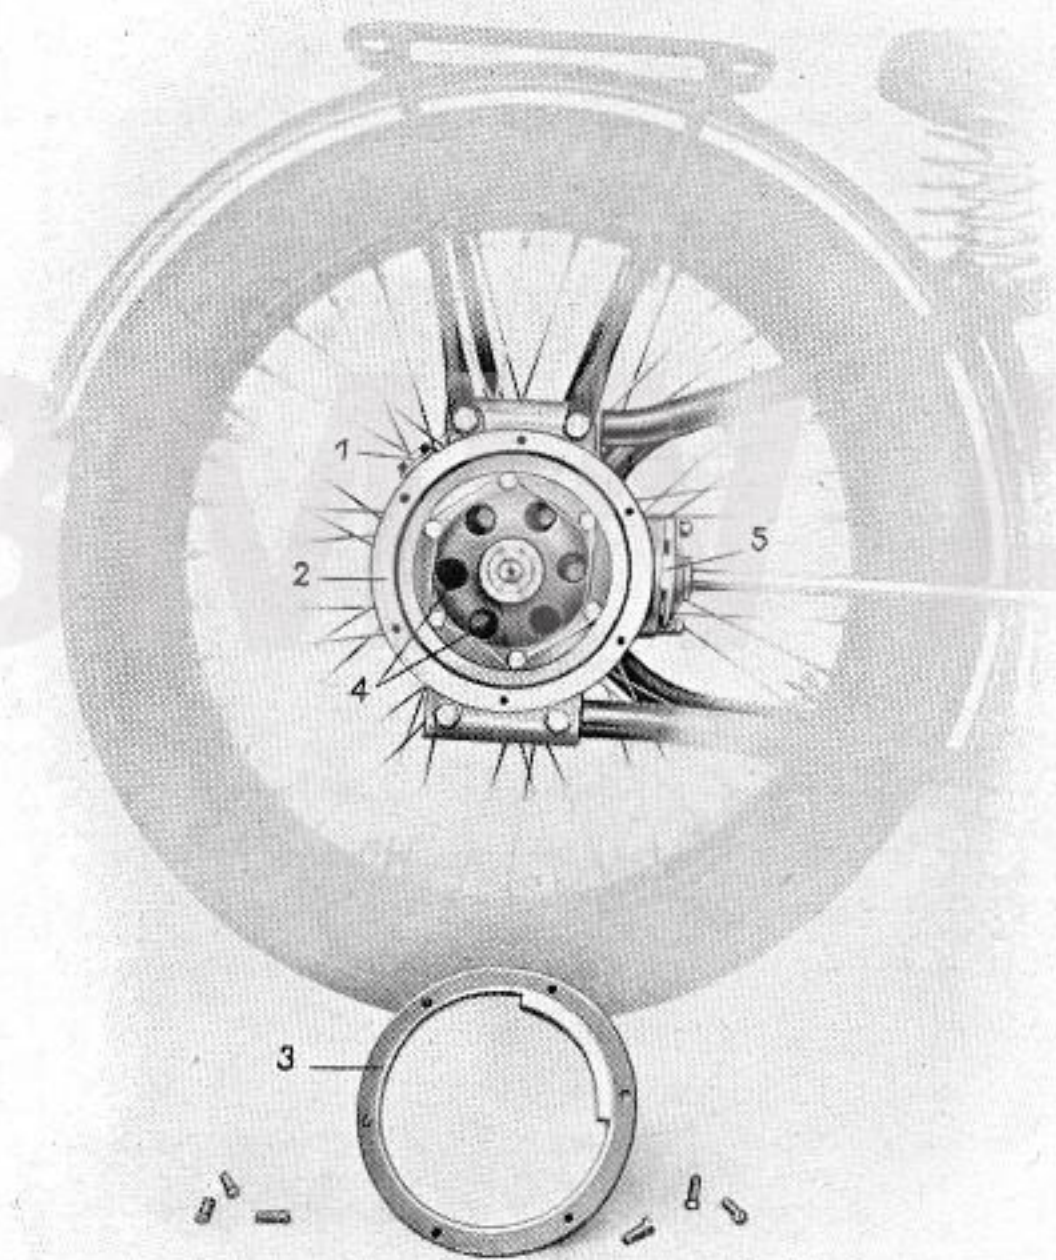

Abb. 14.
4. Kontrolle und Montage: Beim **Hinterradantrieb** ist der Lauf der Spiralräder nur dann geräuschlos, wenn die Luft zwischen den Zähnen das vorgeschriebene Maß von 0,1 mm hat. Die Einstellung dieses Zahnspieles erfolgt durch Verdrehen des am Kardanwellenaustritt angeordneten mit Achtkant **5** (Abb. 14) versehenen Exzenters um einige Grade. Es wird jedoch empfohlen, dieses Einstellen nur von Fachleuten vornehmen zu lassen.